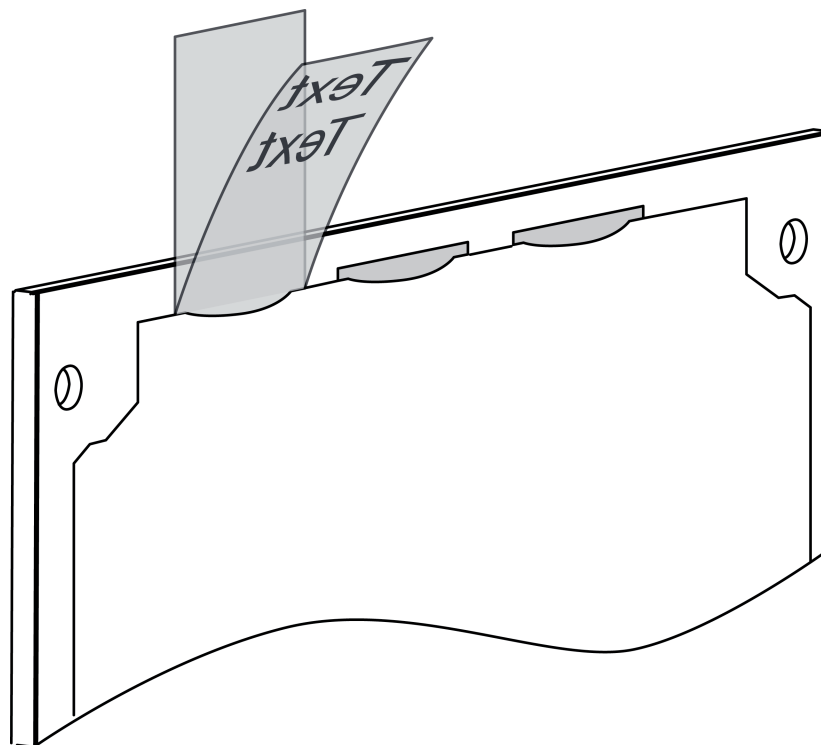

Figura 5: Leyenda con film transparente de dos capas
- i** No es posible eliminar la suciedad en las casillas de inserción de etiquetas de la placa frontal debido p.ej. al uso de bolígrafos o tiras de papel no apropiadas. La leyenda de las teclas táctiles ha de realizarse en medios apropiados, p.ej. film transparente y rotulador permanente antihumedad. Recomendación: Utilizar un film transparente de dos capas; escribir en la parte interior (figura 5).